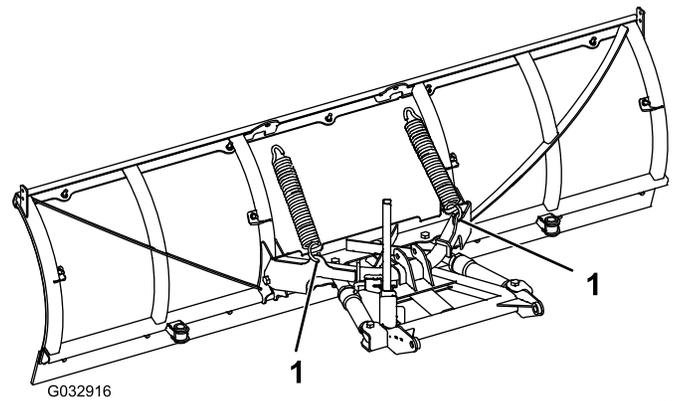

Bild 3
3. Haken Sie die zwei Auslösefedern an den Löchern im Schubrahmen ein (Bild 3).